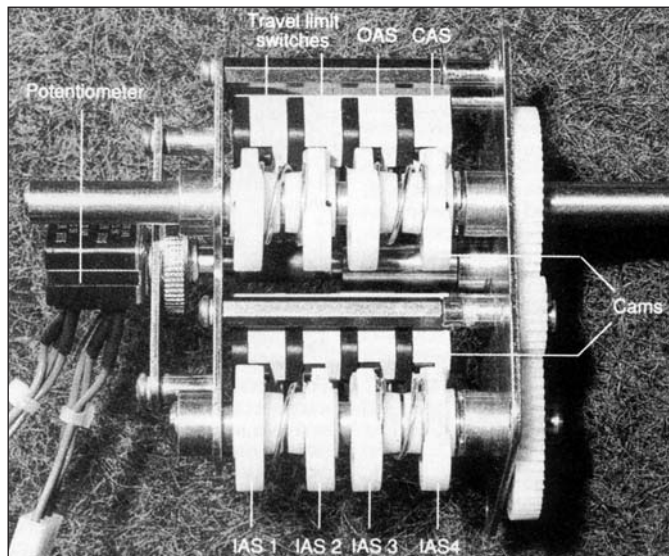

Fig.6
7.3 Interruptores adicionais de fim de curso (fig. 6)